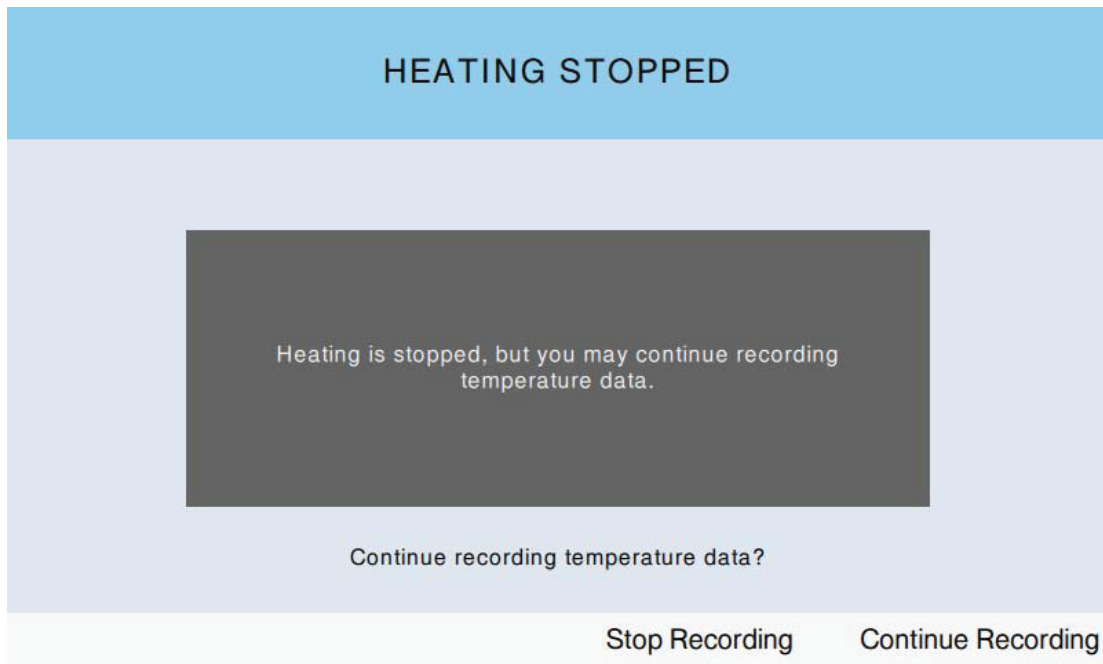

Figura 6-10. Messaggio Interrompi registrazione
Step 7. Al completamento della sequenza di cottura, viene visualizzato un messaggio per premere **[Interrompi]**. Dopo aver premuto **[Interrompi]**, viene visualizzato un secondo messaggio che chiede se occorre interrompere la registrazione. Premere **[Interrompi registrazione]** per terminare la registrazione o **[Continua registrazione]** per continuare la registrazione. Vedere la Figura 6-10.